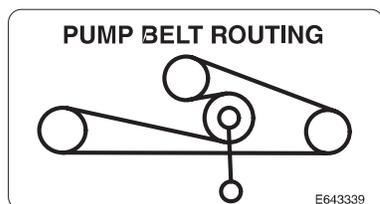

Figure 63
1. Abaissez la poulie de tension rappelée par ressort et enlevez la courroie des poulies du moteur et de la pompe hydraulique (Fig. 63). Enlevez la courroie entre les poulies.
2. Installez la courroie neuve sur les poulies du moteur et de la pompe hydraulique (Fig. 63).
3. Abaissez la poulie de tension rappelée par ressort et alignez-la sous la courroie de transmission, puis relâchez-la (Fig. 63).